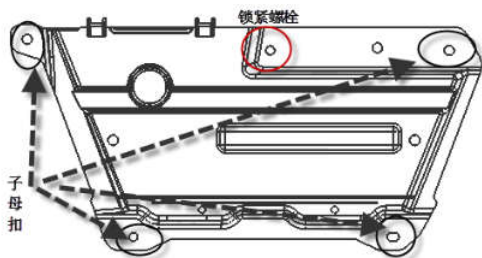

图 4-6-1 副车架挡泥板的拆卸示意图
- (1) 按图 4-6-1 中箭头所示, 用一字起在四孔处依次拆卸子母扣 (共 4 个);
- (2) 用 10# 套筒拆卸一个六角头自攻锁紧螺钉与平垫圈组合件。